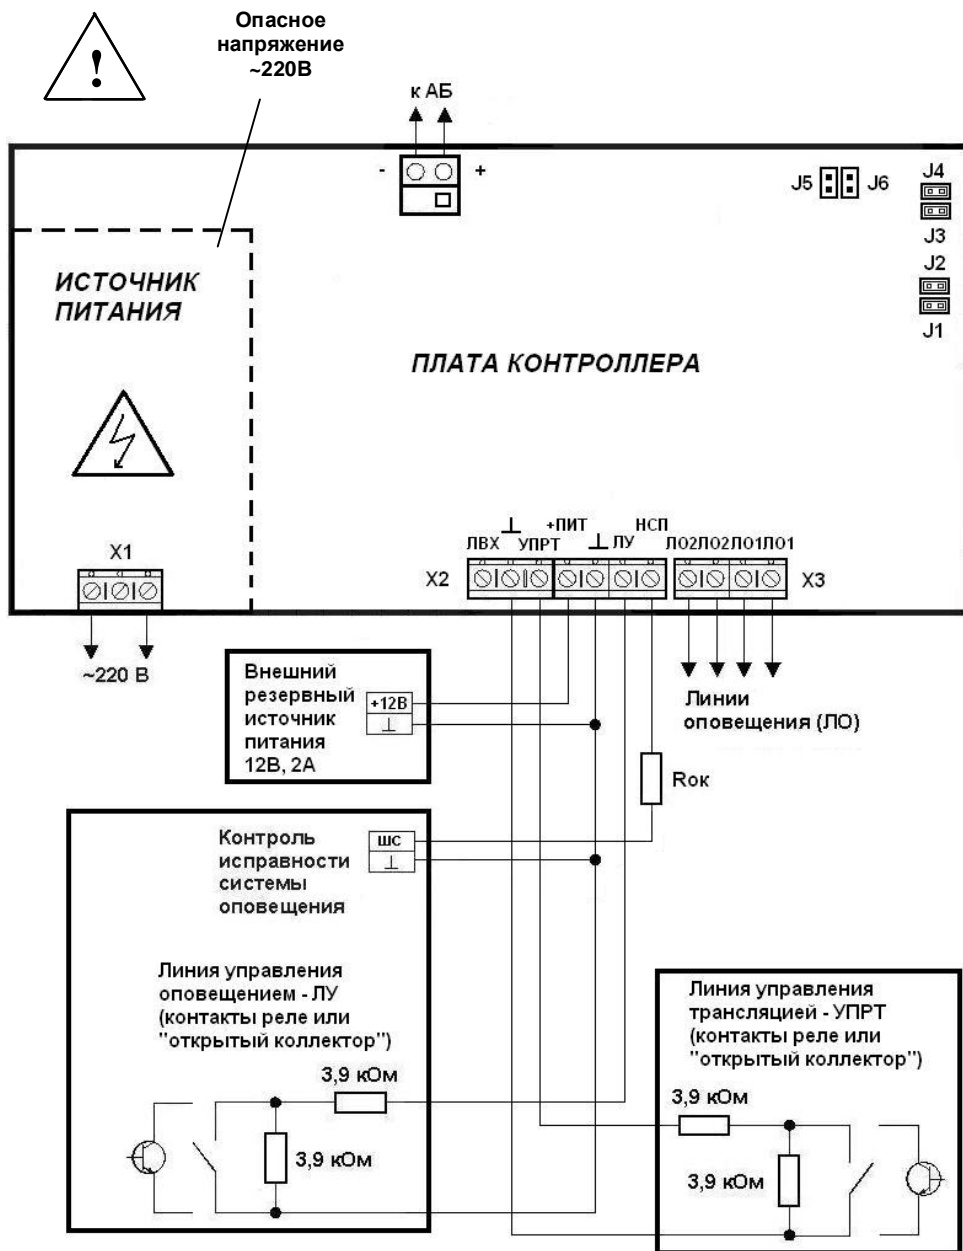

Рис. 1 Схема внешних подключений
Уровень звукового давления на расстоянии 1 м от «АС-2-1» («АС-3-1», «АС-3-3»), подключенной в соответствии с рис.1, не менее	89 дБ
Переключки, позволяющие выбрать тактики использования линий управления и оповещения, установлены на печатной плате прибора (см. рис.1) и доступны после вскрытия его корпуса.
- К клеммам «220В» платы прибора подсоедините кабель сетевого питания (см. рис.1).